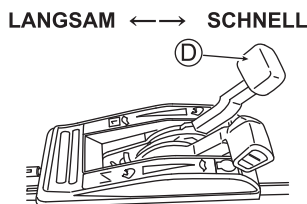

Abb. 19
5. Passen Sie die Mähgeschwindigkeit mithilfe des Ganghebels (D) an. (Siehe Abb. 19)